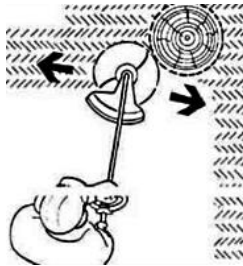

Рисунок 12
4.3.6 Не допускайте стику головки і тримерної жилки з дротами огорож, камінням, бордюрами, твердим покриттям доріжок і подібних предметів, для запобігання передчасного зносу (вкорочення) тримерної жилки, пошкодження головки та появи травм. Не допускайте торкання працюючим інструментом стовбурів дерев, чагарників та інших насаджень для запобігання їх пошкодження (рис. 12).